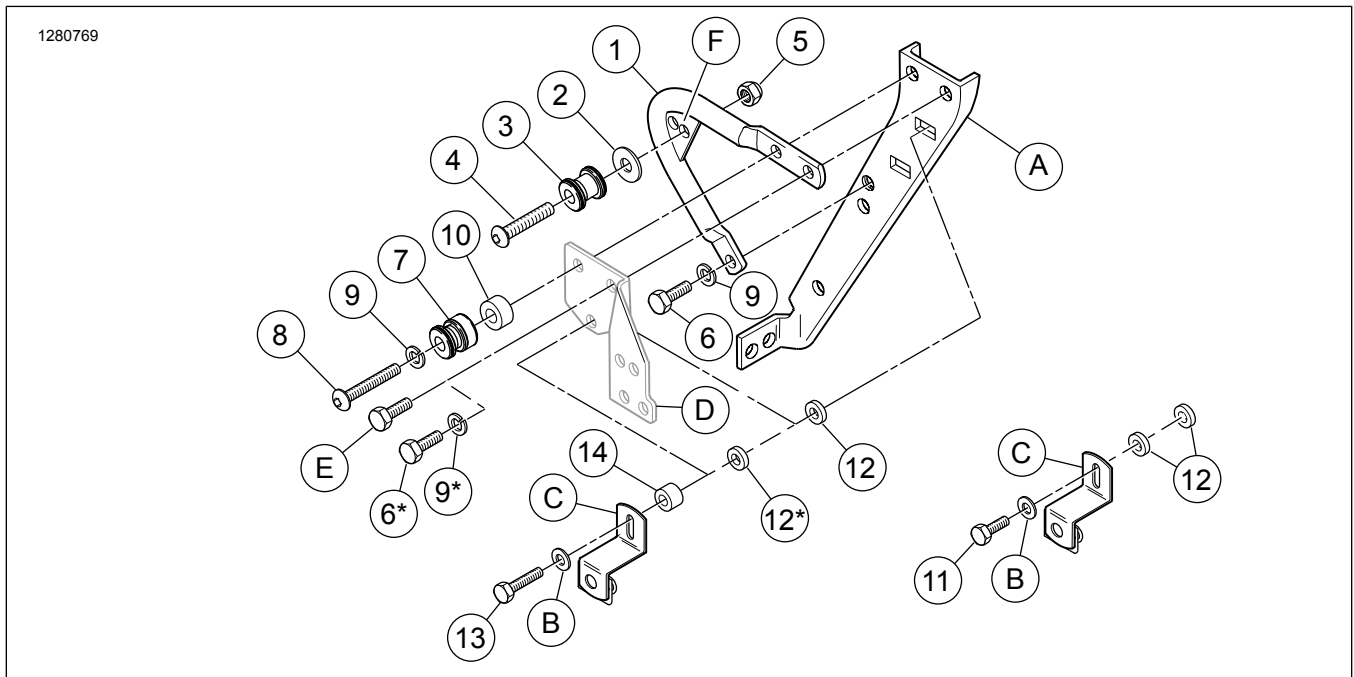

Figura 1. Conteúdo do kit: Kit de encaixe traseiro
Figura 1 mostra os locais do ponto de encaixe para o kit de encaixe dianteiro (53803-06) e o kit de encaixe traseiro (53804-06).
3. Ver Figura 1 . Remover OE os prendedores nos dois orifícios superiores do suporte do saco (A) num dos lados do veículo. A rosca original dos prendedores nas porcas soldadas no suporte.
4. Remover o suporte de montagem do saco (C). Guardar o suporte e a anilha plana (B) para a instalação do kit.
Ver Figura 1 . Os suportes de montagem do ponto de encaixe traseiro (1) são específicos para cada lado. As superfícies de montagem em cada extremidade do tubo são desviadas em direção ao guarda-lamas.
4. Se necessário, ajustar os suportes de montagem (1) para a largura adequada, apertando delicadamente ou abrindo os suportes até estarem corretamente alinhados com o acessório.
5. Ver Figura 1 . Instalar o suporte de montagem do OE saco conforme descrito na próxima secção.